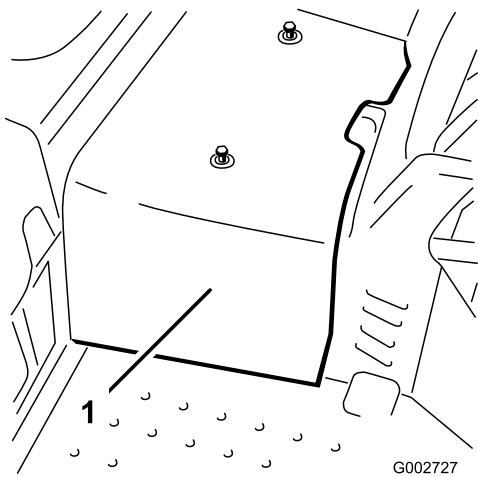

図 36
2. センターシュラウドを機体に止め付けているねじ2本を外してシュラウドを機体から取り外す 図 36。